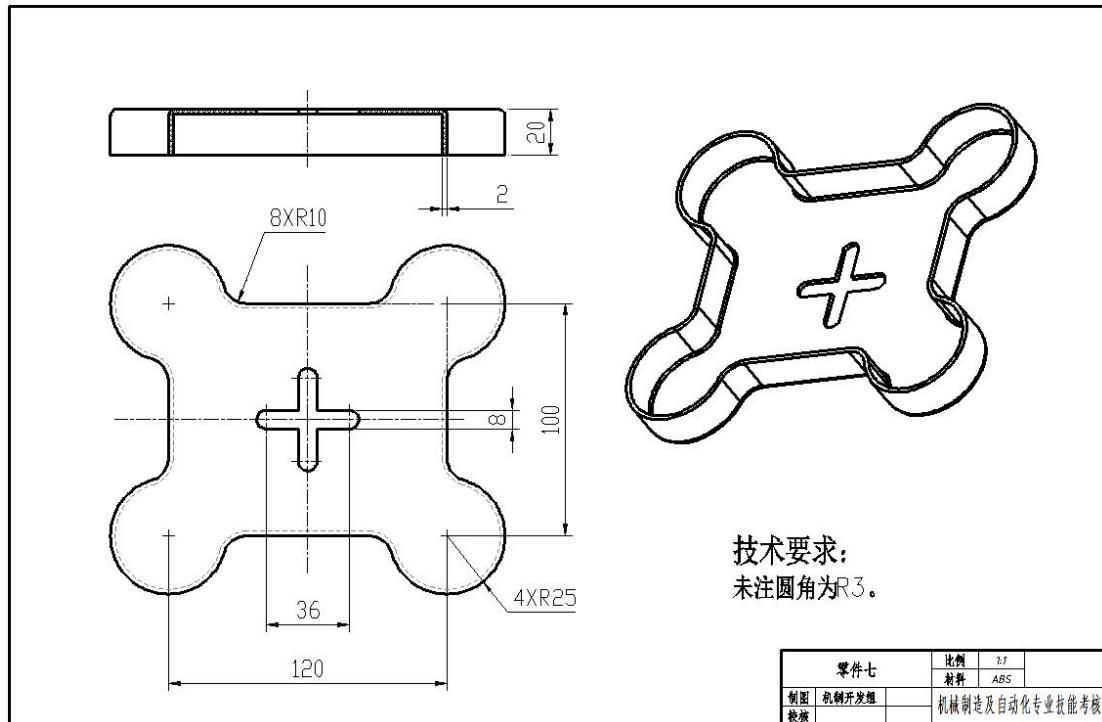

图3-1-7 零件七
某企业需要生产如图3-1-7的零件，要求该企业机械制造工程技术人员、质量管理工程技术人员、机械设计工程技术人员在电脑上用Pro/ENGINEER、UG NX、SolidWorks等三维软件完成该零件的三维模型及工程图绘制，最终结构要素的形状、尺寸要求等以图纸标注为准。生产过程中按“6S”规范文明生产。
- 3) 根据图3-1-7所示尺寸完成零件七的三维建模及工程图绘制;